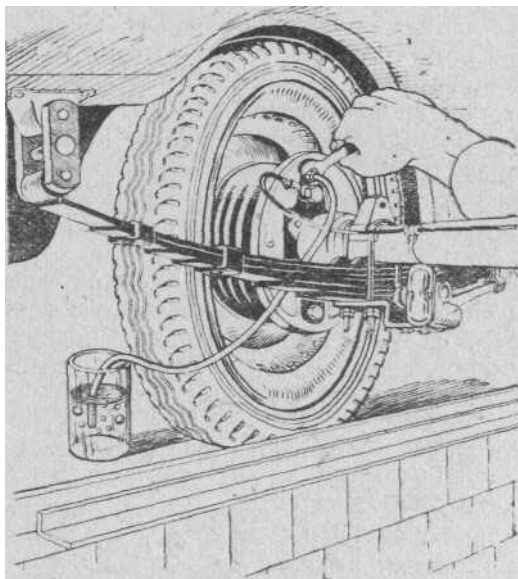

Рис. 21—Удаление воздуха из системы гидропривода ножного тормоза "
2. Отвернуть винт-пробку клапана выпуска воздуха из тормозного цилиндра левого „заднего колеса и ввернуть вместо винта-пробки специальный штуцер с надетым на него резиновым шлангом (имеется в комплекте шоферского инструмента). Открытый конец шланга опустить в стеклянный сосуд (емкостью не менее 0,5 л) с тормозной жидкостью, залитой до половины его высоты (рис. 21).